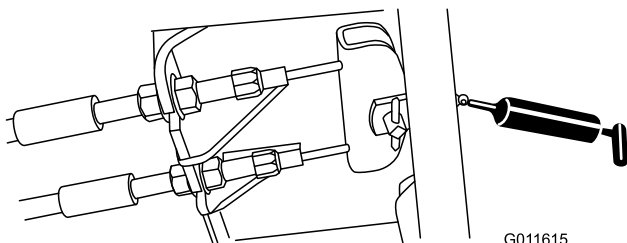

Figura 36
- Pedal de freno (1) (Figura 36)